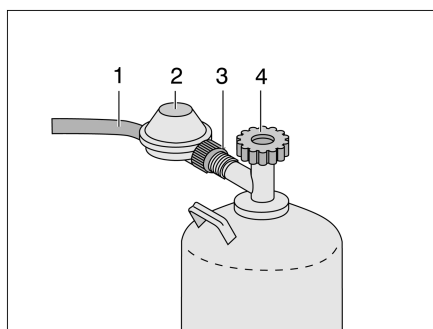

Fig. 229 Raccordo bombola del gas
- Chiudere la valvola principale di arresto (Fig. 229,4) della bombola del gas. Osservare la direzione della freccia.
- Tenere fermo il regolatore della pressione del gas (Fig. 229,2) e svitare il dado zigrinato (Fig. 229,3) (filettatura sinistrorsa).
- Rimuovere il regolatore della pressione del gas con il tubo del gas (Fig. 229,1).
- Applicare il regolatore della pressione del gas (Fig. 229,2) con il tubo del gas (Fig. 229,1) sulla bombola del gas e serrare a mano il dado zigrinato (Fig. 229,3) (filettatura sinistrorsa).